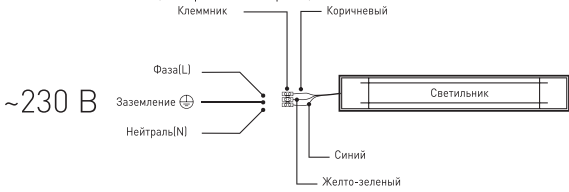

Рис.1. Схема подключения светильника к сети 230В.
3.3.2. Этот провод необходимо подключить к проводу источника питания с помощью внешнего клеммника (в комплект не входит) в соответствии со схемой, изображенной на рис. 1;